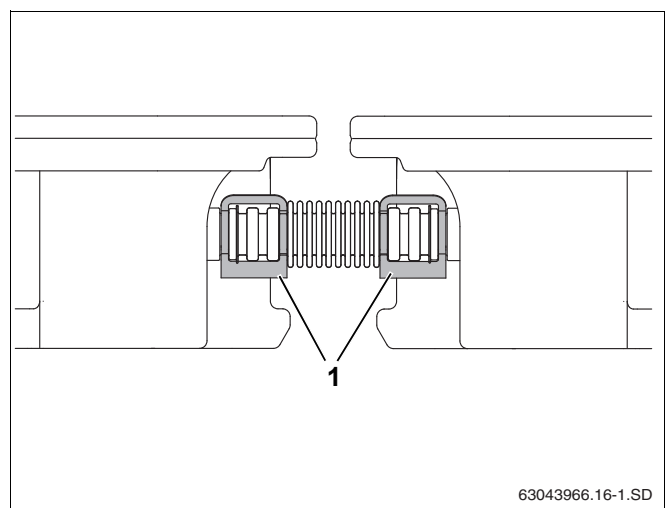

Рис. 47 Крепление гофрированной трубы зажимами
- ▶ Закрепите каждую торцевую крышку одним зажимом, а каждую гофрированную трубу двумя зажимами (рис. 47, поз. 1).